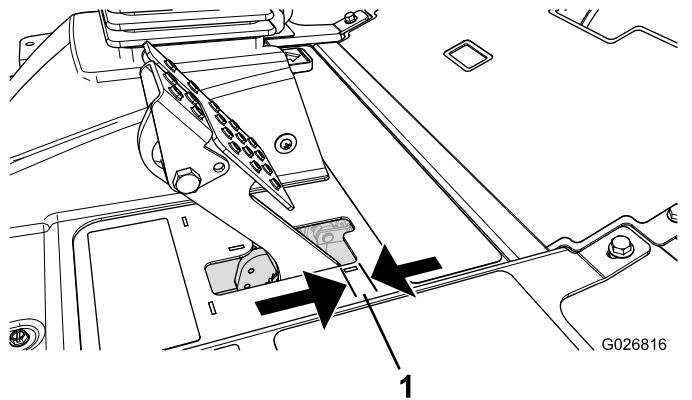

Bild 60
Stellen Sie die Bremsen ein, wenn das Bremspedal mehr als 2,5 cm Spiel hat, oder wenn die Bremsen nicht mehr gut genug greifen (Bild 60). Als Spiel gilt die Entfernung, die das Bremspedal zurücklegt, bevor ein Bremswiderstand spürbar ist.
2. Ziehen Sie die hintere Mutter an, um den Zug nach hinten zu bewegen, bis die Bremspedale ein Spiel zwischen 6 mm bis 13 mm aufweisen, bevor die Radsperre auftritt (Bild 60).